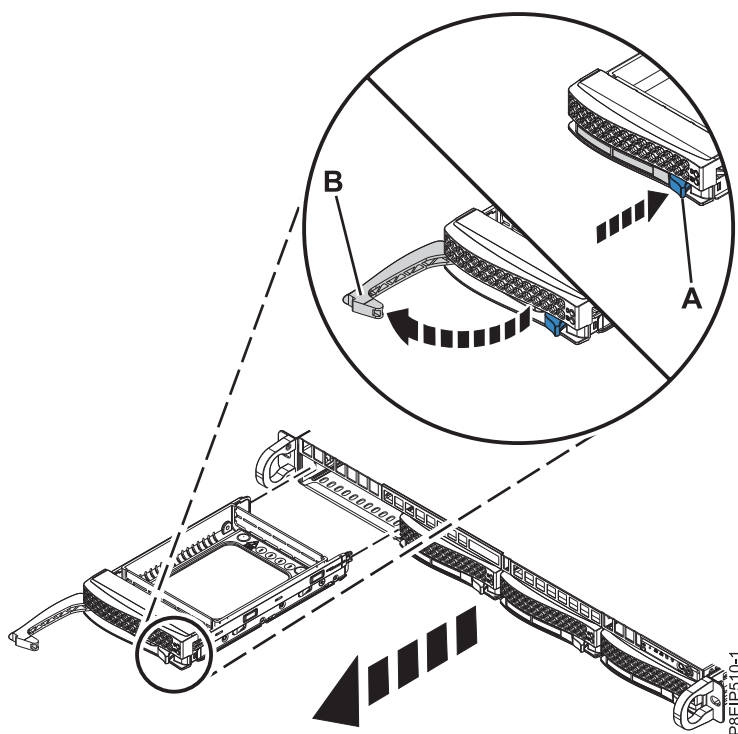

Figure 9. Retrait d'une unité
2. Déverrouillez la poignée de la baie d'unité (B) en poussant le loquet de la poignée (A) comme indiqué dans la figure 9. La poignée (B) sort d'un coup sec. Si la poignée n'est pas complètement sortie, l'unité ne peut pas être retirée du système.